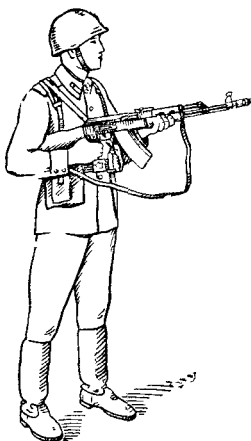

Рис. 59. Положение для стрельбы стоя
1) Если автомат (пулемет) в положении «на ремень», повернуться вполоборота направо по отношению к направлению на цель и, не приставляя левой ноги, отставить ее влево примерно на ширину плеч, как удобнее автоматчику (пулеметчику), распределив при этом тяжесть тела равномерно на обе ноги. Одновременно, подавая правую руку по ремню несколько вверх, снять автомат (пулемет) с плеча и, подхватив его левой рукой снизу за цевье и ствольную накладку, энергично подать дульной частью вперед, в сторону цели (рис. 59).
отставить ее влево примерно на ширину плеч, как удобнее автоматчику, и энергично подать автомат дульной частью вперед, в сторону цели (рис. 59).